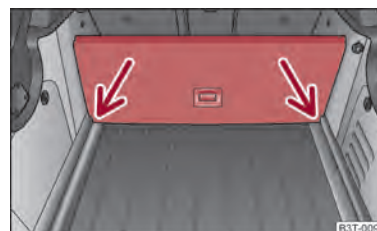

Abb. 75 Gepäckraum: Gepäckraum mit variablem Ladeboden unterteilen
- Heben Sie den Teil mit der Halterung an und sichern Sie diesen durch Einschieben in die Nuten ⇒ Abb. 75.